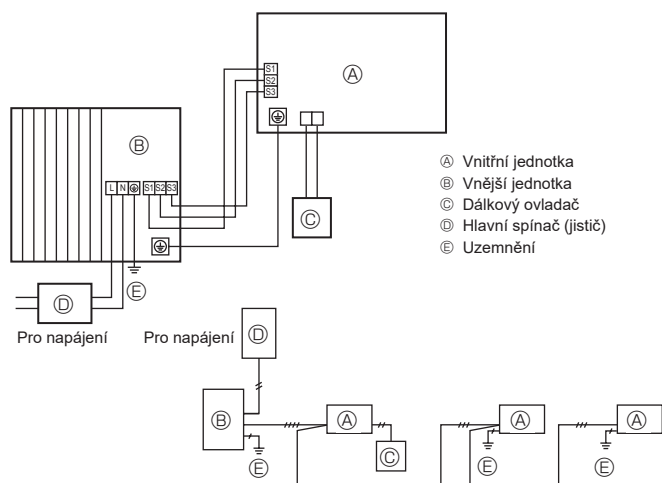

Fig. 7-1
7.1. Vnější jednotka (Fig. 7-1, Fig. 7-2)
- ① Sejměte servisní panel.
- ② Zapojte kabely podle Fig. 7-1 a Fig. 7-2.